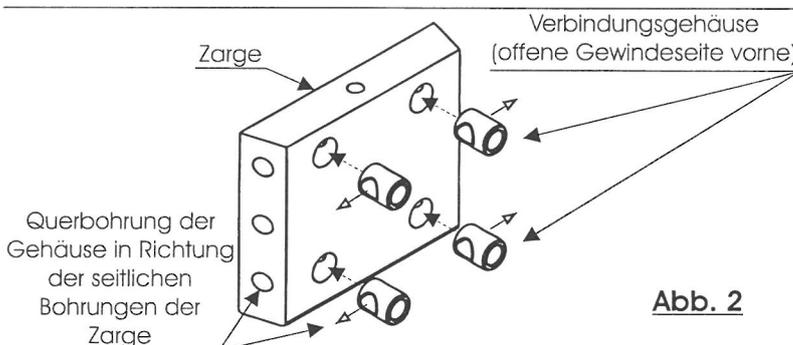

Abb. 2
- Legen Sie sich die Zargen zurecht. Drücken Sie in jeder Zarge vier Verbindungsgehäuse ein. Diese befinden sich im beiliegenden Beschlagsbeutel. Achten Sie darauf, dass die offene Gewindeseite des Gehäuses nach vorne und die Querbohrung zu den seitlichen Bohrungen gerichtet ist. (Abb.2)